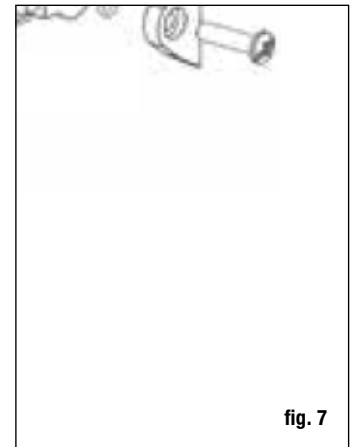

fig. 7
Paso 5 Para terminar, deslice una moldura para base de poste sobre cada poste para darle un aspecto acabado. (fig. 7)